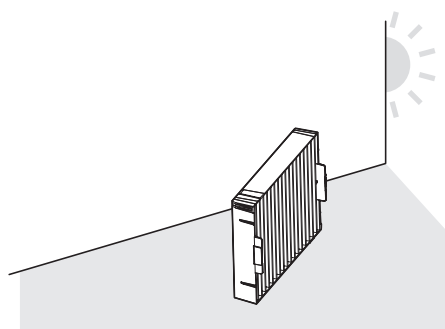

図2
- エアフィルターユニットのつまみ (a) を矢印のとおり内側に少し押しながら、エアフィルターユニットをプロジェクター本体のつまみ (c) から外して引き出します。(図2)
2) エアフィルターユニットを乾燥させる (図2)